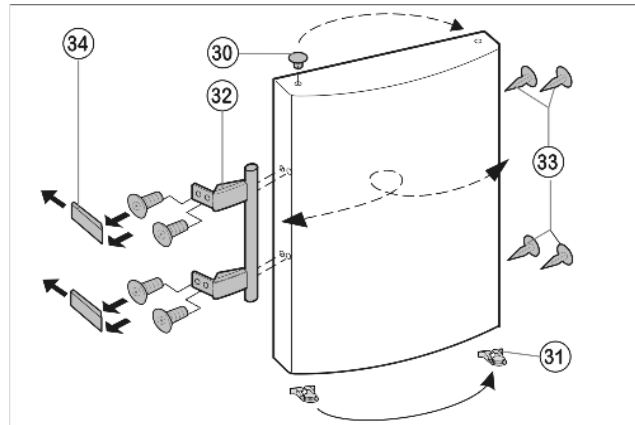

Fig. 7
- ▶ Извлеките пробку Fig. 7 (30) из верхней опорной втулки дверцы и переставьте.
- ▶ Извлеките пробку Fig. 7 (30) из нижней опорной втулки дверцы и переставьте.
- ▶ Выведите из фиксатора верхней дверцы пружинный зажим Fig. 7 (31) и переставьте его на новую сторону шарнира.
- ▶ Снимите и переставьте на противоположную сторону дверную ручку Fig. 7 (32), пробку Fig. 7 (33) и прижимные пластины Fig. 7 (34).